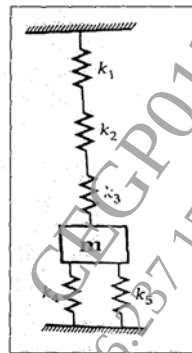

Fig. 1a)
- Q1) a)** For the spring mass system shown in Fig. 1a),